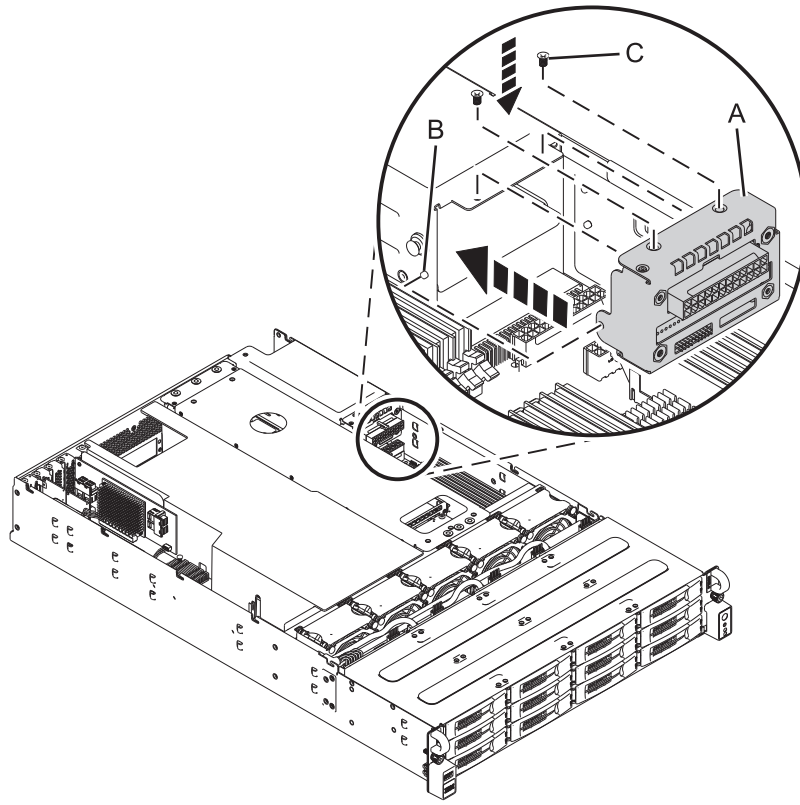

図 57. 配電ボードの取り付け
2. 配電ボード (A) を取り付けます。シャーシのピン (B) が配電ボード・ハウジングの穴にはめ込まれたことを確認してください (53 ページの図 57 を参照)。
3. 配電ボードを固定する 2 本のねじ (C) を取り付けます (53 ページの図 57 を参照)。